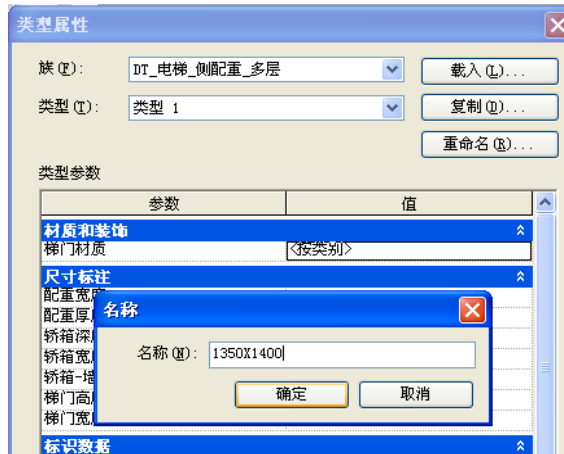

图 3-35
- 2) 单击“常用”选项卡>“构建”面板>“构件”按钮，在“放置构件”的上下文选项卡单击“属性”面板>“属性”下拉列表选择“DT\_电梯\_后配重\_多层 2200X1100”，单击“属性”>“编辑属性”按钮，进入“类型属性”对话框，单击“类型”后的“重命名”按钮，在弹出的“名称”对话框中输入新的类型名称：“1350X1400”，并确定(如图 3-35 所示)。修改电梯设置：轿箱深度=1350mm、轿箱宽度=1400mm、配重偏移=0。